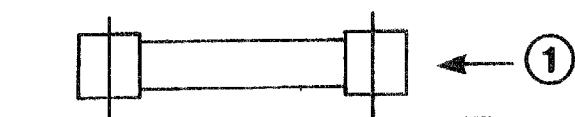

図 6-3 ヒューズのはずし方
ヒューズを外すときは、〔図6-3〕 に示す矢印①の方向に押します。